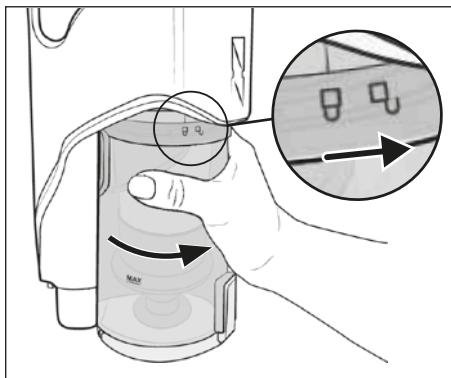

Fig. 23
- 8) Reinserire il contenitore della polvere 7 nell'apparecchio e ruotarlo in direzione del simbolo 8 (chiudere) fino ad innestarla saldamente nell'apparecchio (vedere fig. 23).